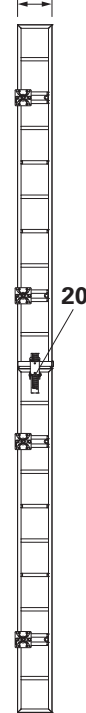

Fig. A13.01
Avec un ou plusieurs joints de panneaux horizontaux et verticaux, utilisez toujours le pince DRS (20). (Fig. A13.01 - A13.05)